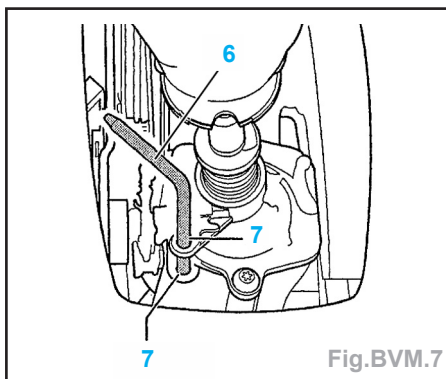

Fig.BVM.7
- Introduire l'outil **T10027** (6) ou une pige de diamètre approprié dans les orifices (7) (Fig.BVM.7).